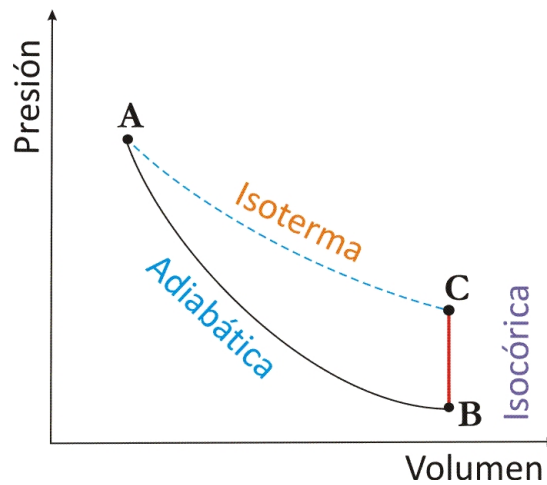

Figura 2: Ciclo térmico.
Finalmente. se deja evolucionar el sistema, intercambiando calor con el ambiente, a volumen constante hasta que se vuelva alcanzar la temperatura ambiente. Se llega entonces al estado  $C$ , siguiendo el camino de la línea roja en la figura 2. Como las variables de estado  $P$ ,  $V$ ,  $T$  no dependen del camino recorrido, se puede llegar de  $A$  hasta  $C$  directamente a través de un camino isotérmico (ya que las temperaturas en  $A$  y en  $C$  son iguales), por lo que vale la relación
3. Medir presión y volumen en función del tiempo para poder construir el diagrama del proceso térmico de la figura 2 (proceso adiabático - proceso isocórico - proceso isotérmico).
4. A partir de las mediciones del ítem 3. efectúe el diagrama del proceso térmico, análogo a la figura 2. Discuta sus resultados.